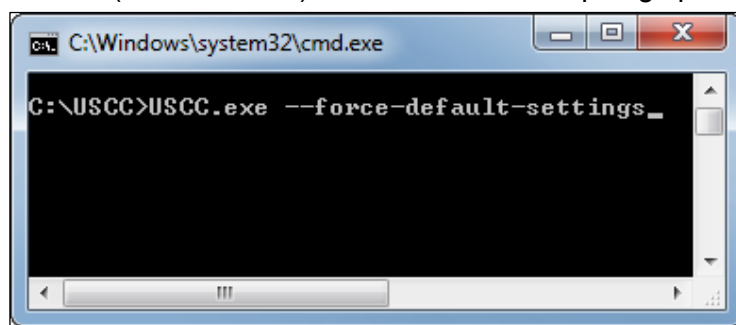

Bild 5-2 USCC-Software über Eingabeaufforderung zurücksetzen
- Rufen Sie die USCC-Software aus dem USCC-Installationsverzeichnis über die Eingabeaufforderung (siehe Bild 5-2) mit folgender Kommandozeilenoption auf: